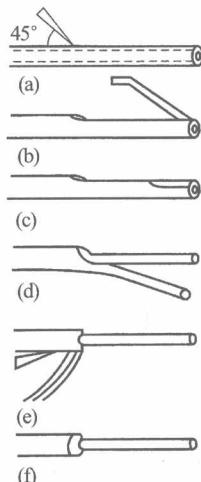

图 1-20 电工刀剥切塑料导线绝缘层
(1) 用电工刀剥切。
① 用电工刀剥切芯线截面为大于 4mm^2 的塑料硬线绝缘层, 其操作步骤如图 1-20 所示: 首先用电工刀以 45° 角倾斜切入绝缘层, 如图 1-20(a) 所示, 然后使电工刀与芯线保持 15° 角左右并均匀用力向线端推削, 如图 1-20(b) 所示, 这样就削去了一部分绝缘层, 如图 1-20(c) 所示, 接着把剩余的绝缘层翻下, 如图 1-20(d) 所示, 最后用电工刀齐根切除这部分绝缘层, 如图 1-20(e) 所示, 至此线端绝缘层全部被剥切, 露出芯线, 如图 1-20(f) 所示。注意整个剥切过程中不得损伤芯线。